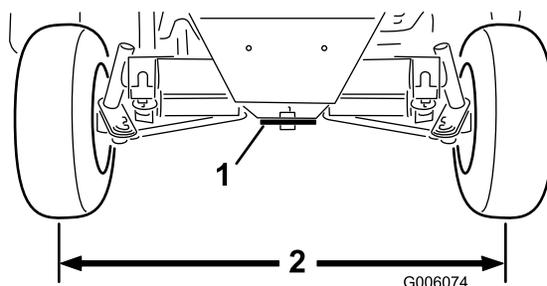

Figura 57
2. Allentate i controdadi su entrambi i tiranti. Regolate entrambi i tiranti finché la distanza da centro a centro sulla parte anteriore e posteriore delle ruote posteriori non è identica (Figura 57).